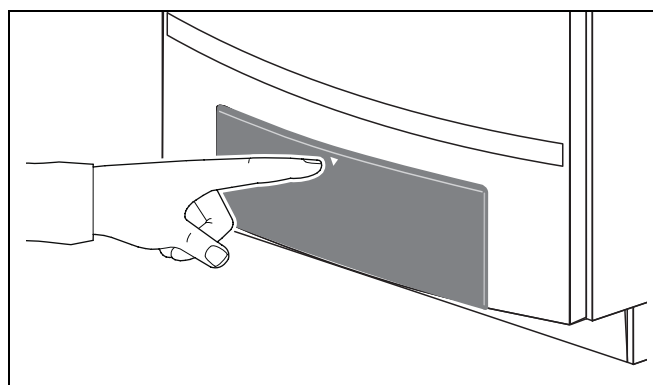

Fig. 72 Bedieningspaneel sluiten
- Sluit de klep van het bedieningspaneel door deze in te drukken (→ fig. 72).